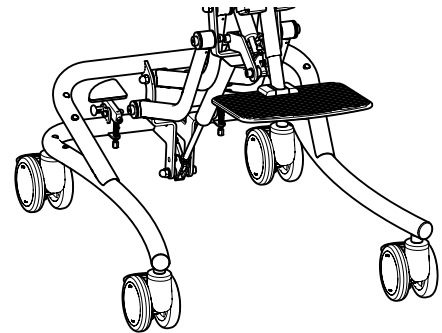
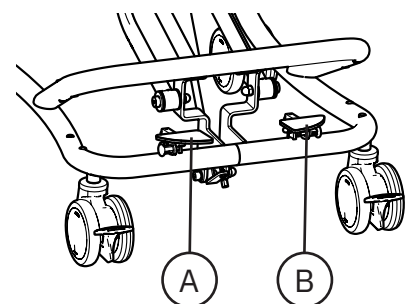
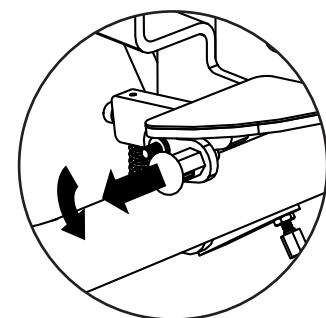

Figure 5.44. Embase avec fonction High-Low.
Figure 5.45. Pédales pour ajuster la hauteur et l'inclinaison de l'assise.
Figure 5.46. Fonction de verrouillage des pédales.
L'embase est équipée de freins individuels sur chaque roulette, ainsi que d'un réglage intégré de la hauteur et de l'inclinaison de l'assise (voir figure 5.44). La hauteur d'assise (A) et l'inclinaison de l'assise (B) s'ajustent avec des pédales situées à l'arrière de l'embase (voir figure 5.45). Les pédales disposent également d'une fonction de verrouillage intégrée (voir figure 5.46).